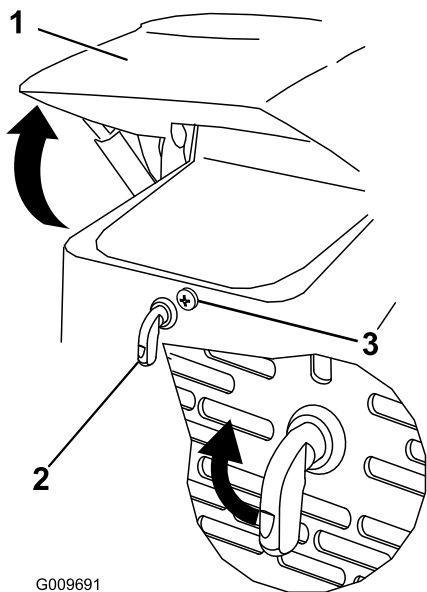

Рисунок 23
1. Ослабьте запорный винт капота (Рисунок 23)
2. Поверните защелку капота по часовой стрелке (Рисунок 23).
3. Откиньте капот вверх (Рисунок 23).
3. Затяните запорный винт капота, чтобы закрепить защелку (Рисунок 23).